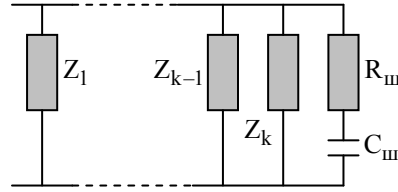

Рис.5.8. Схема включения шунта
1. Если частотная характеристика затухания напряжения имеет подъем в области высоких частот, а неравномерность частотной характеристики $\Delta A_x > 4dB$, или входное сопротивление линии меньше номинального, то в конце линии включается шунт RC (рис.5.8.). Этот шунт ослабляет колебательный режим в области высоких частот. Параметры шунта $R_{ш}$ и $C_{ш}$ определяются из условий: